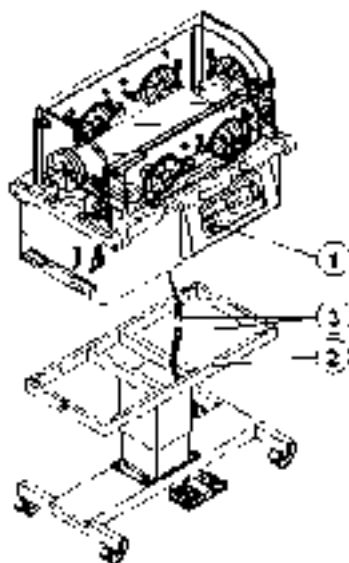

Figura 83 - Esquema de montagem
2. Conecte os terminais (3) da incubadora e do suporte ajustável de altura, antes de colocar a incubadora (1) sobre o suporte (2), conforme indicado na figura 83.